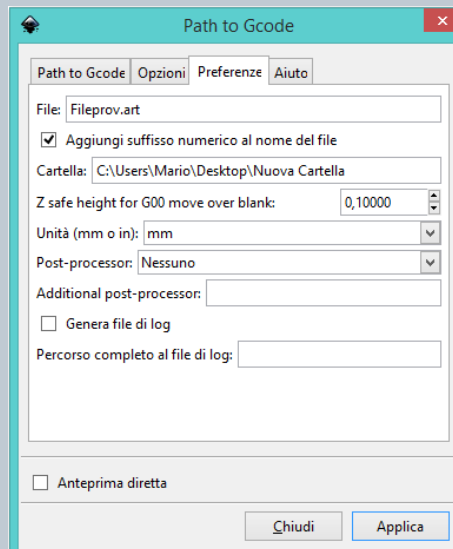

Fig. 55
- Nella terza schermata “Preferences” selezionare i valori come da immagine (Fig. 55) e inoltre: